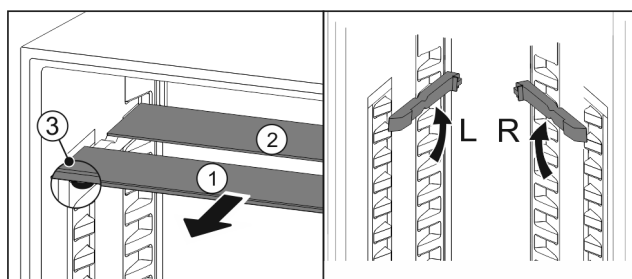

Fig. 71
- ▶ Steklene plošče posamično izvlecite Fig. 71 (1) naprej.
- ▷ Steklena plošča Fig. 71 (1) z okrasno letvijo je spredaj.
- ▷ Zaustavljalniki Fig. 71 (3) so obrnjeni navzdol.